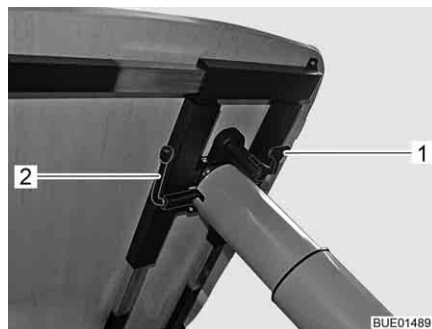

Bild 107 Verstellung Hubtisch
- Verriegelungshebel (Bild 107,1) nach unten klappen.
- Den Hebel (Bild 107,2) unter der Tischplatte um 180° entgegen dem Uhrzeigersinn schwenken. Der Hubmechanismus im Tischfuß wird entriegelt.
- Den Hebel (Bild 107,2) unter der Tischplatte um 180° entgegen dem Uhrzeigersinn schwenken. Die Tischplatte fährt selbsttätig bis zum Endanschlag nach oben.